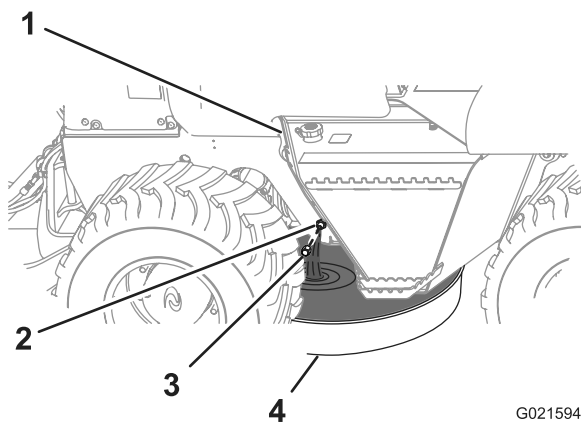

Figura 44
- Retire el tapón del accesorio de purga y deje que el aceite del motor drene por completo (Figura 44).
- Coloque el tapón en el accesorio de purga (Figura 44).
- Retire el tapón de llenado de aceite del cuello de llenado tirando hacia arriba del tapón (Figura 44).